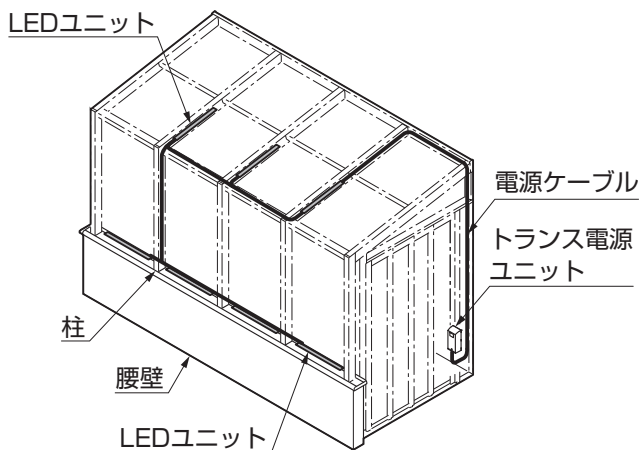

図1-38
- LEDユニットの配線は、躯体側から上部へ周す場合の図1-38と腰壁側から下部へ周す場合の図1-39の方法があります。